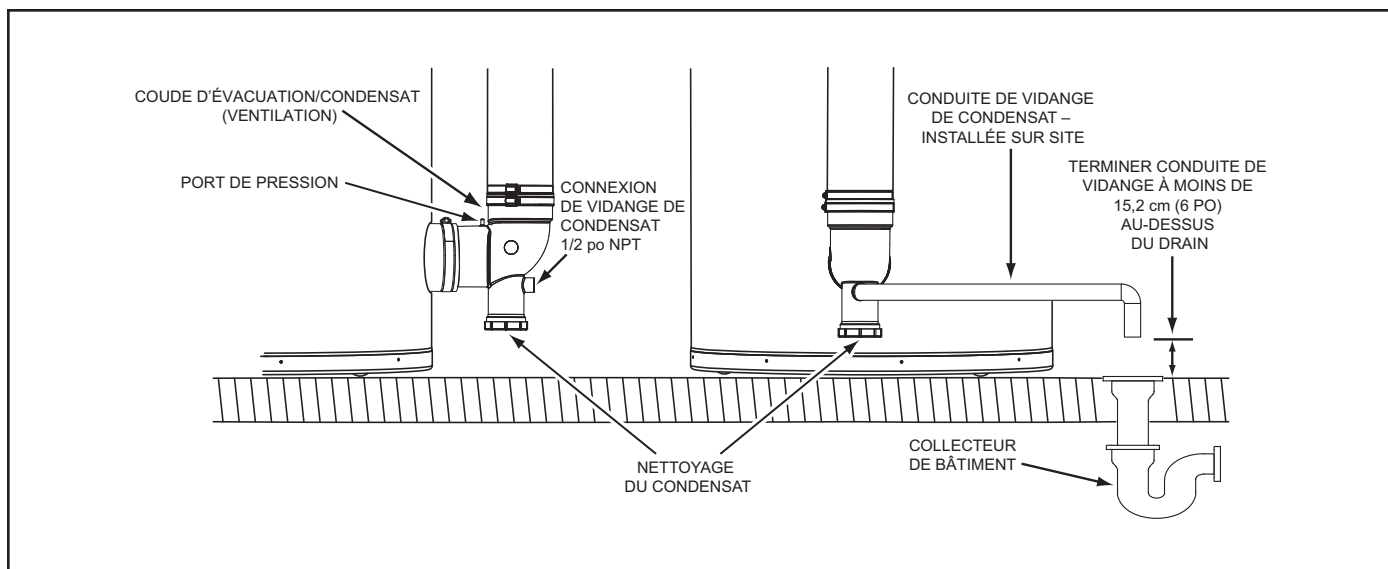

Figure 53
2. Installer une conduite de vidange de condensat de 1/2 po en PVC entre la connexion de vidange de condensat sur le coude d'évacuation/condensat et un collecteur de bâtiment adéquat, voir la Figure 53.
3. Terminer la tuyauterie de vidange de condensat à l'aide d'un coude au-dessus de la vidange. S'assurer que toute décharge sort de la conduite de vidange de condensat à moins de 15,2 cm (6 po) au-dessus d'un collecteur de bâtiment adéquat, ou externe au bâtiment, voir la Figure 53.
4. S'assurer que le tuyau de vidange du condensat n'est pas élevé au-dessus de la connexion de vidange de condensat sur le coude d'évacuation/condensat, voir la Figure 53.